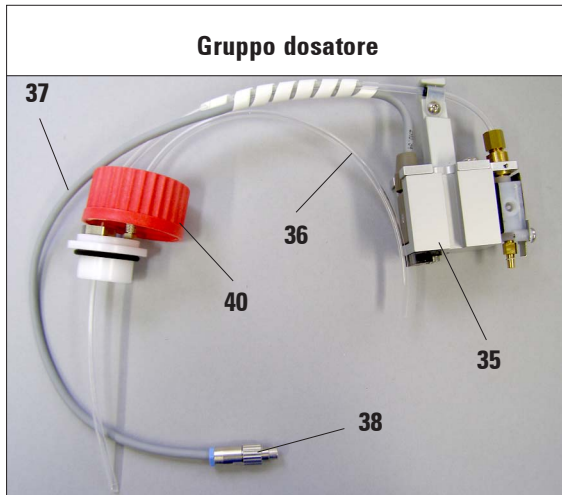

Fig. 8
- Togliere il gruppo dosatore (Abb. 8) dall'imballo e conservare i tre ugelli (Abb. 12) in un posto sicuro.